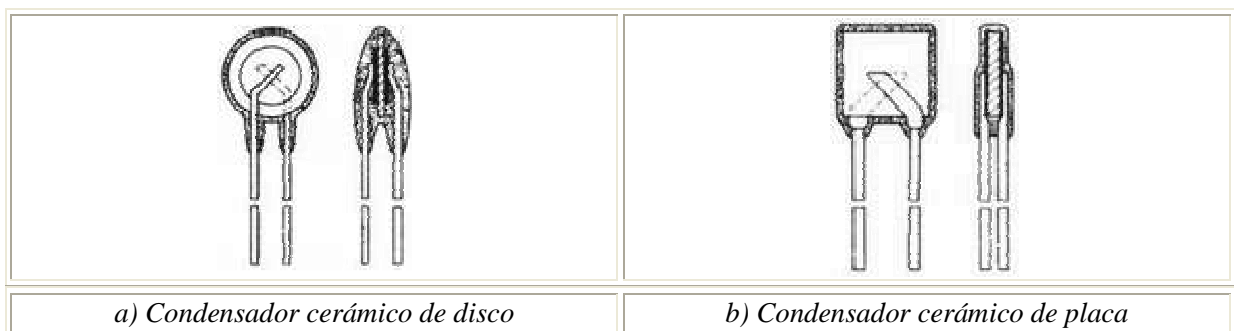

Figura 2.7. Condensadores cerámicos
**Cerámico.** Los materiales cerámicos son buenos aislantes térmicos y eléctricos. El proceso de fabricación consiste básicamente en la metalización de las dos caras del material cerámico, figura 2.7.